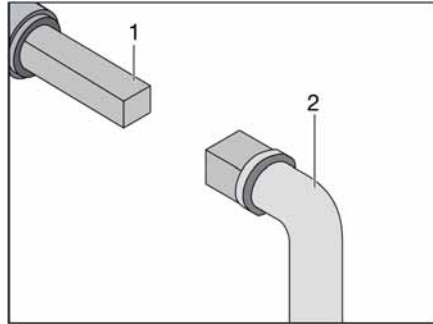

Fig. 288 Utilisation du robinet d'évacuation des eaux usées
- Insérer la clé (Fig. 288,2) sur la vis à quatre pans (Fig. 288,1).